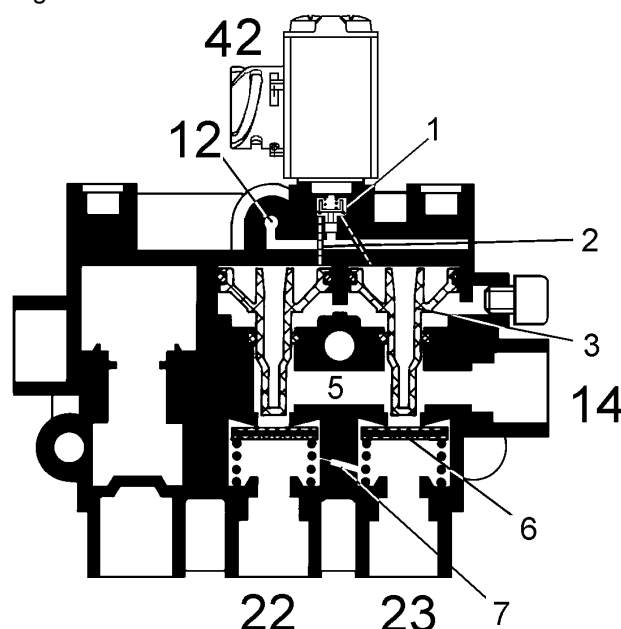

Abb. 28 Schnittdarstellung eines ECAS-Magnetventils mit federrückgeführten Sitzventilen für die Vorderachse (Lenkachse)
- Regelt ECAS dagegen die Achse als Einheit (1-Wegsensor geregelte Achse), so steuert ein Einzelmagnet zwei 2/2-Wegeventile an (↑ Abb. 28).